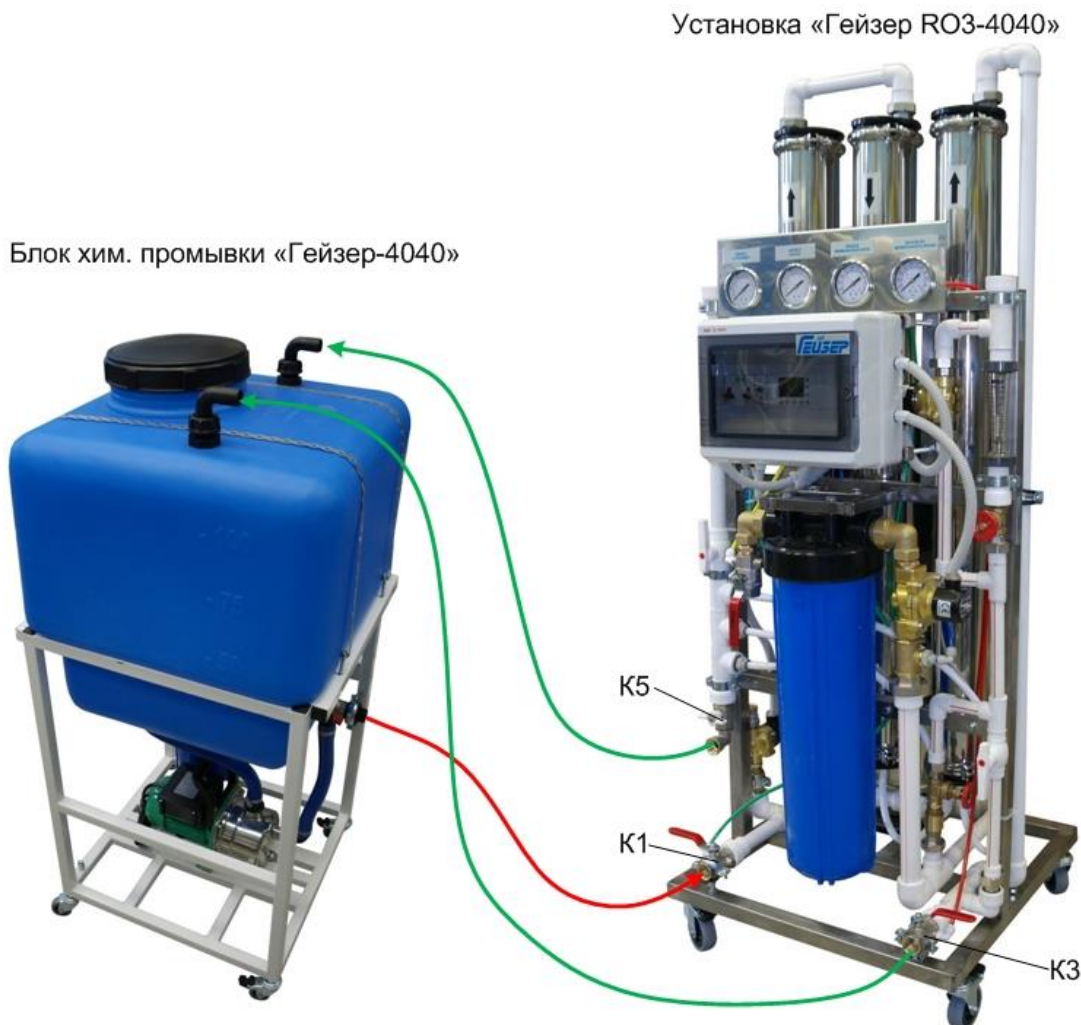

Рис.8 Подключение установки RO3-4040 к блоку химической мойки «Гейзер».
- Подключить дополнительный шланг одним концом к выходу картриджного фильтра на блоке химической мойки, а другим концом ко входу крана К1 (рис.8);
- Подсоединить два других дополнительных шланга к выходам кранов К3 и К5, а другие концы шлангов присоединить к емкости с моющим раствором на блоке химической мойки (рис.8);